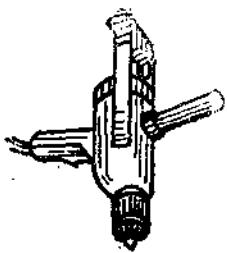

图1-20 手电钻
1. 手电钻 手电钻的种类和规格很多，常用的有手枪式和手提式两种，如图1-20所示。手枪式电钻大多是交直流两用的，电源电压为36伏和220伏两种，按其夹持钻头直径来分，有6、10和13毫米三种规格。手提式电钻的电压有单相220伏及三相380伏两种，常用的有13、19和23毫米三种规格。